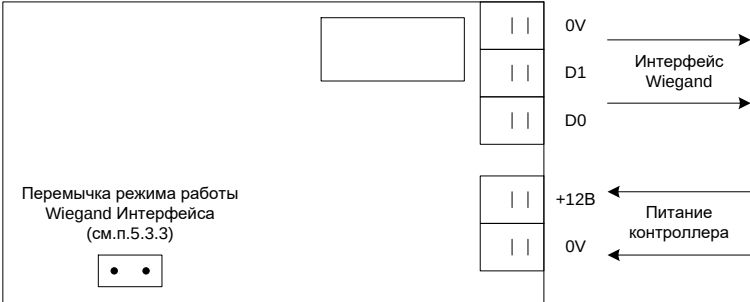

Рис.4
- 2. Протокол Wiegand-26 (стандарт бесконтактных считывателей) для отправки в систему доступа номера транспорта (см. рис.4),
Перемычкой на плате (см. рис.4) устанавливается режим работы Wiegand интерфейса.